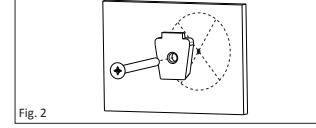

Fig. 2
- Attach Assist Bar mounting bracket to the wall with screws. DO NOT COMPLETELY TIGHTEN. (see Figure 2).
8. Attachez le support de fixation de la barre d'aide au mur avec le tire-fond à tête hexagonale 1/4 po x 2-1/2. NE SERREZ PAS COMPLÈTEMENT. (Fig. 2).
8. Fije la abrazadera de montaje de la Barra de Apoyo a la pared con el tirañón de cabeza hexagonal 1/4 x 2-1/2. NO APRIETE POR COMPLETO. (Fig. 2).